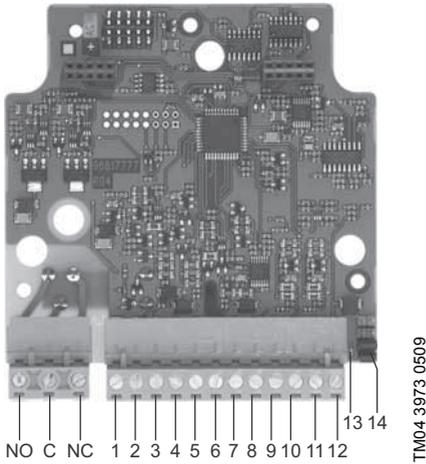

Fig. 1 Módulo IO
El módulo IO tiene dos entradas configurables. Cada una de las entradas puede utilizarse tanto para una entrada analógica como para una digital. Ver fig. 1, pos. 2 y 4. La configuración se realiza mediante el ajuste de los dos interruptores de cada entrada.